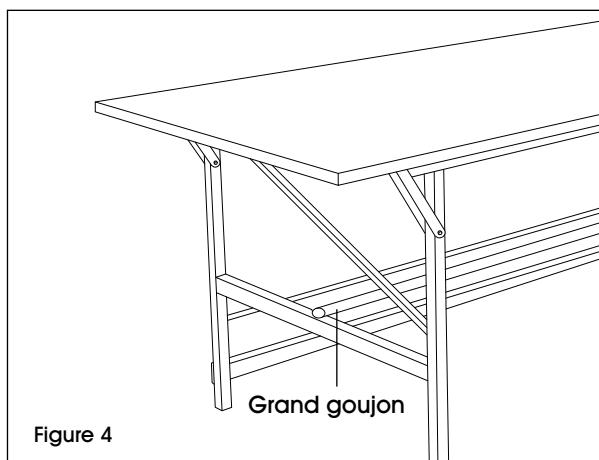

Figure 4
6. Placez le grand goujon dans les emboîtures au milieu des pieds de la table. (Voir Figure 4)